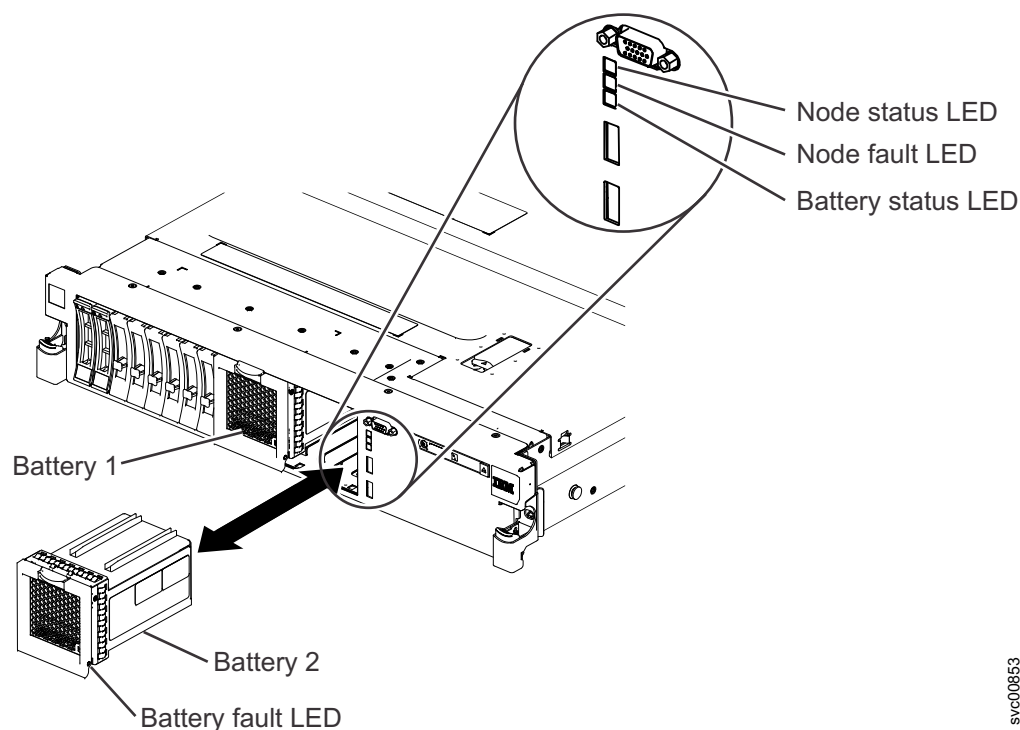

Figura 181. Substituindo a bateria do nó do SAN Volume Controller 2145-DH8
3. Alinhe o conjunto de baterias com os trilhos da guia do slot de bateria, como mostrado na Figura 181 na página 225.